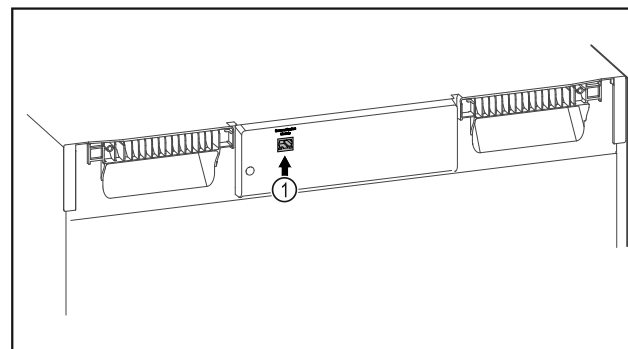

Fig. 110
- ☐ Le SmartModule Fig. 110 (1) est en place.